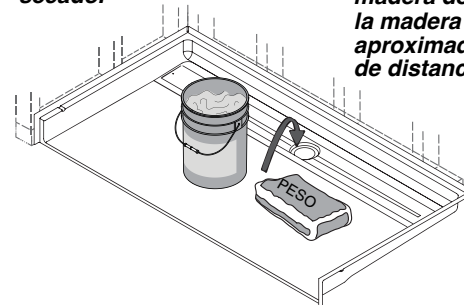

Figura 8
- 7 COLOQUE 50 LIBRAS DE PESO** como se muestra en la figura 8 para asegurarse de que el plato hace contacto con la resina epoxica.